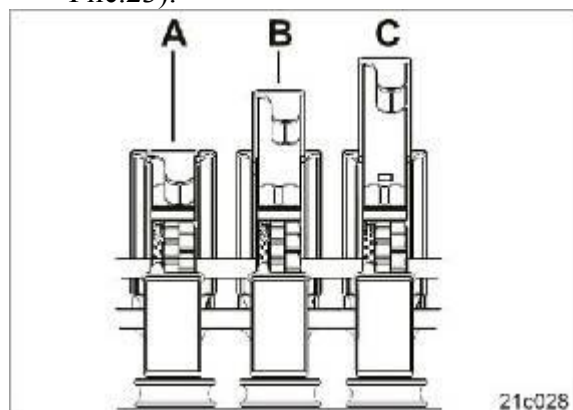

Рис.56.
2. Установите заслонку (Рис. 56) на табличное значение (смотрите Рис.23).
Заслонки (Рис. 56) фиксируются в трёх позициях: